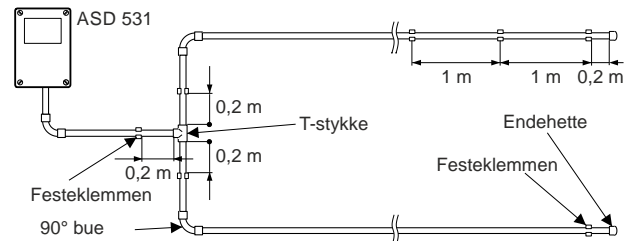

Fig. 34 90° rørbøy, forgreningspunkt
For rette oppsett kan lengdeutvidelsen være opptil **80 mm** over den totale innsugningsrørledningenslengden (40 m) innenfor det tillatte temperatursvingningsområdet (20 °C). Det er derfor viktig å sikre at innsugningsrørledningen kan «bevege seg» (skli) inni festeklemmene. En avstand på 100 mm (0,1 m) må derfor opprettholdes mellom den siste festeklemmen og endehetten. Se også Fig. 34
- En avstand på minst 0,2 m må opprettholdes fra T-stykket til festeklemmen, fra forgreningspunktene på innsugningsrørledningen, Fig. 34.